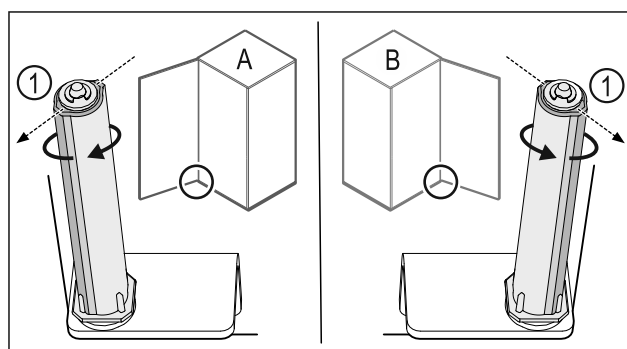

Fig. 26 Battuta a sinistra (A) / battuta a destra (B)
- Ruotare il sistema di chiusura contro la resistenza fino a quando la sporgenza del sistema di chiusura Fig. 26 (1) non è rivolta verso l'esterno.